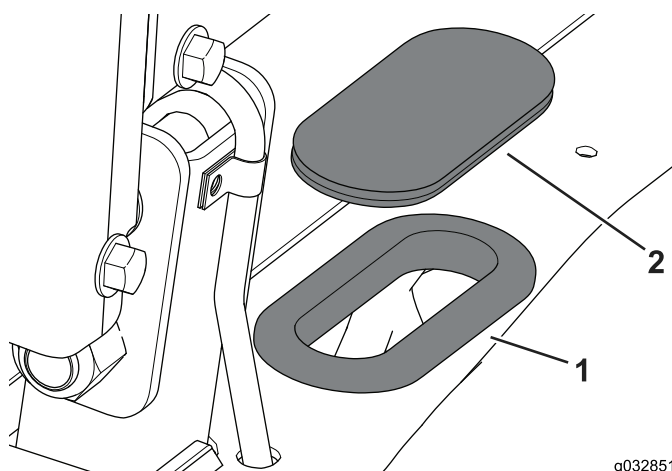

Figure 110
5. Remplacez-le passe-câble d'hiver par le passe-câble d'été (Figure 110).